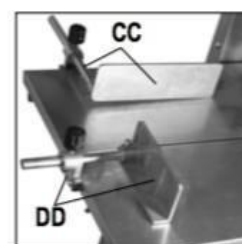

Figure 16
La barrière (CC) et le poussoir (DD) ont des espaces prédéterminés pour la fixation à la table. La barrière se fixe sur le côté, le poussoir se fixe à l'extrémité. À l'aide de vis à douille, fixez le guide et le poussoir à leurs emplacements respectifs. (Figure 16)